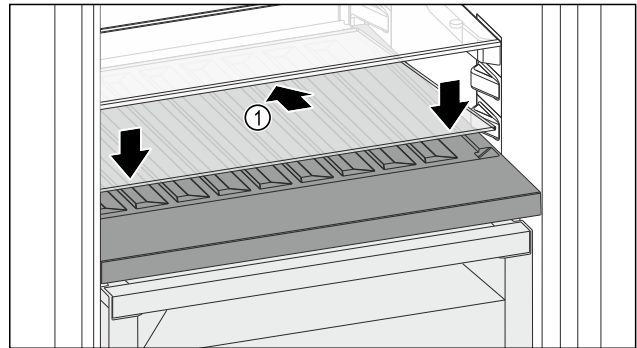

Fig. 114
- Glasplatte Fig. 114 (1) schräg und nach hinten unten geneigt ansetzen.
- Glasplatte Fig. 114 (1) vorne absenken.